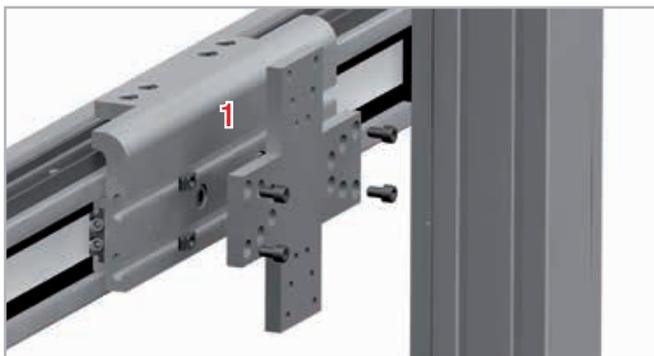

Fig. 96
1. Introduzir os parafusos de um lado da placa de conexão nos orifícios preparados (ver fig. 96).